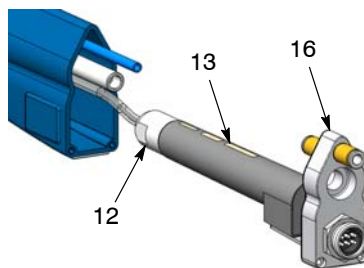

Figura 38 Scoaterea multiplicatorului din carcasă
7. A se vedea Figura 38. Trageți din carcasa radiatorul (16) cu multiplicatorul (13) atașat, până când puteți prinde piulița multiplicatorului (12).